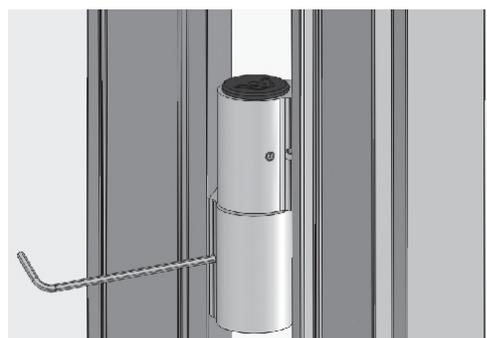

Рис. 41
18.5 Закрепить крышки рамных полупетель имбусовым ключом 3 мм (Рис. 41).